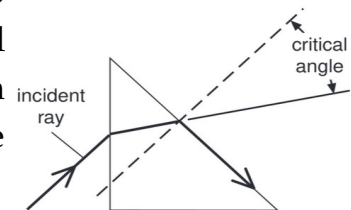

Figura 2.4
5. Gire la mesa hasta que el haz refractado sea paralelo a la superficie grande( superficie inclinada) del prisma. En esta posición ninguna luz se propaga a través de la superficie inclinada; toda la luz se refleja internamente.( Ver Figura 2.4 ).